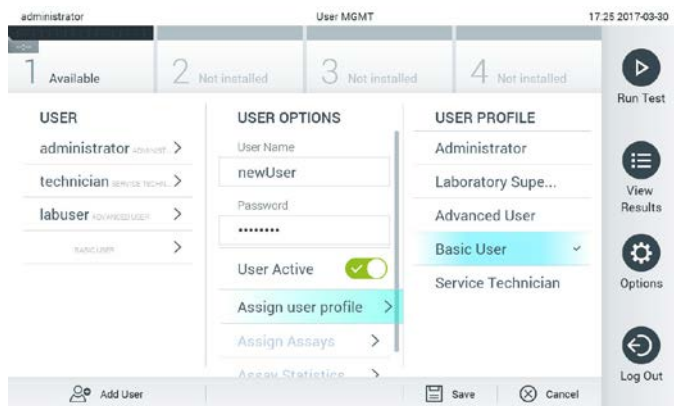

図 57. ユーザープロフィールを新規ユーザーに割り当てる。
4. **Assign User Profile**（ユーザープロファイルの割り当て）を押し、新規ユーザーに適切なユーザープロファイルを（コンテンツエリアの右側のリストから）割り当てます（図 57）。